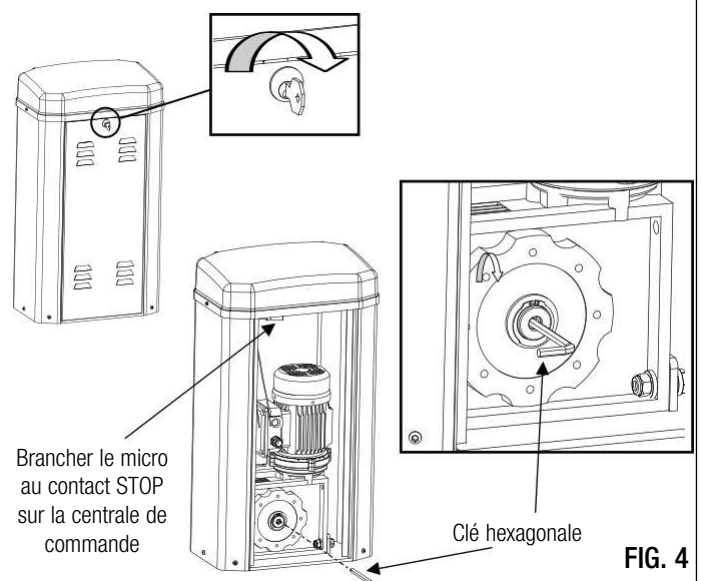

FIG. 4
- d'insérer la clé appropriée et de la tourner 3 fois en sens antihoraire (Fig. 4).